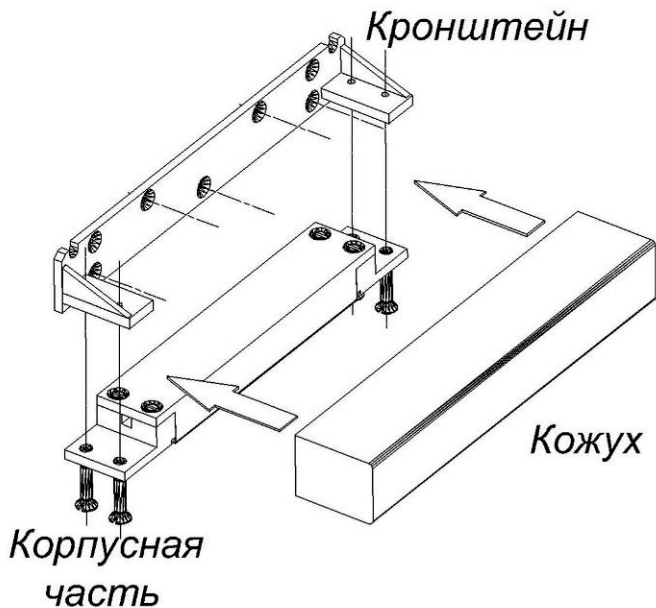

Рис. 2
- 6.1 Корпусная часть ЗАМКА крепится с помощью кронштейна к дверной раме, якорная часть замка с помощью аналогичного кронштейна к полотну двери. Кронштейны крепятся с помощью саморезов или винтов (не входят в комплект поставки). Кожухи крепятся к кронштейнам штатными винтами одновременно с корпусом или якорем ЗАМКА (Рис. 2, 3).